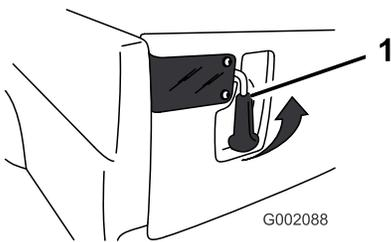

Figure 29
1. Pour déverrouiller le hayon, relevez les poignées de verrouillage (Figure 29). Elles s'écartent alors vers le centre du hayon. Abaissez lentement le hayon.